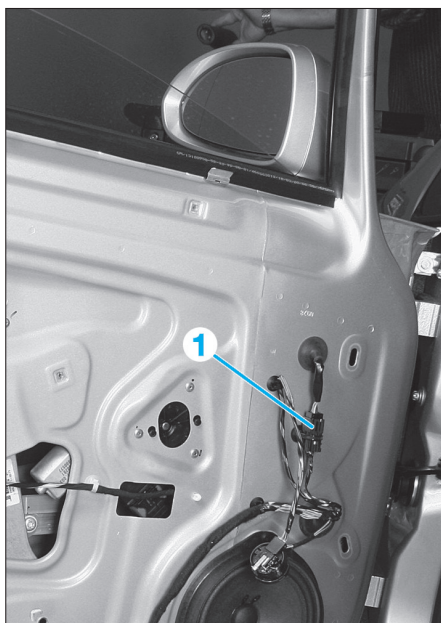

Fig. 31
- Débrancher le connecteur (1) (Fig.31).